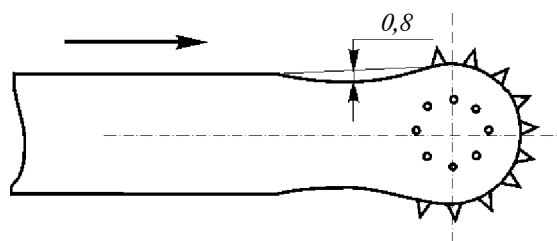

Рисунок 2.20 - Изношенный направляющий паз в районе головки шины
- уменьшение глубины направляющего паза на 0,8 мм, см. рисунок 2.20;